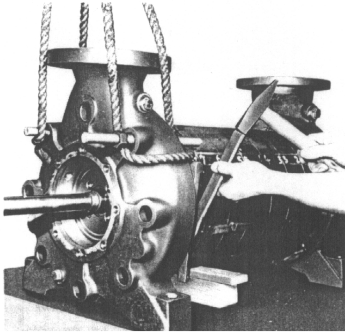

Fig. 10
- Calzar con madera la región inferior de los Cuerpos de Etapa, evitando los esfuerzos y golpes en el Eje. Pasar dos tirantes y una cuerda en la Carcasa de Presión, para facilitar el desmontaje y evitar esfuerzos en el Eje. (Ver fig. 10)
- Utilizando una palanca o un pedazo de barreta , desencajar la Carcasa de Presión y desmontarla (Ver fig. 10). El Difusor de Última Etapa y el Anillo O´ring saldrán juntos con la Carcasa de Presión.